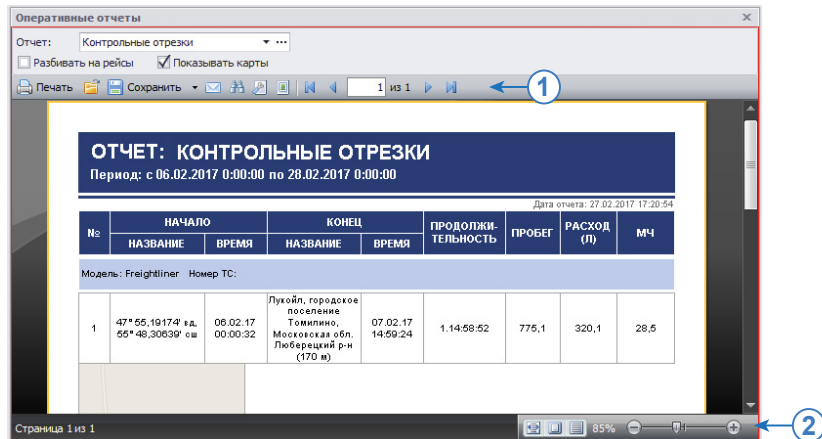

Рис.14. Панель «Оперативные отчеты».
- **Показывать меню команд** – данная опция отображает меню команд на панели «Оперативные отчеты» (Рис.14. п.1).
- **Показывать панель масштаба** – данная опция отображает панель масштабирования на панели «Оперативные отчеты» (Рис.14. п.2).
Справа от списка отчетов расположены кнопки редактирования списка (**Рис.14**).